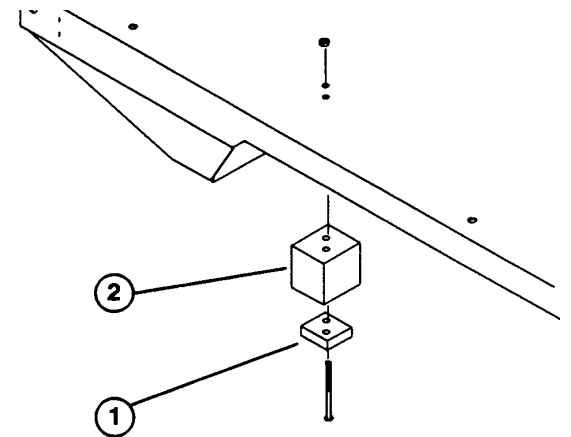

Figure 7
6. Remonter les plaquettes-entretoises et les nouveaux cubes-entretoises sur la surface inférieure du plateau avec les nouvelles vis d'assemblage plus longues et les contre-écrous (Fig. 7).